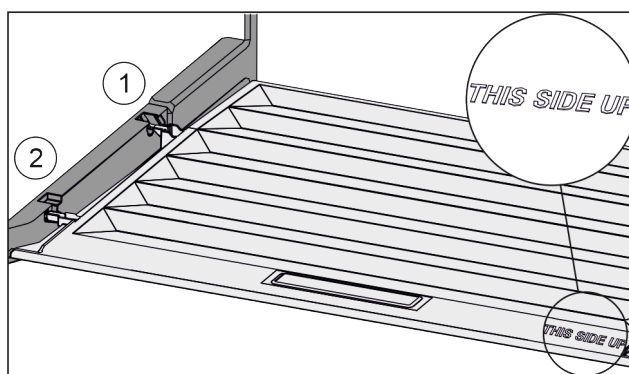

Fig. 116
- ▶ Introduzca los nervios de la tapa por la abertura del soporte trasero Fig. 116 (1) y encájelos por delante en el soporte Fig. 116 (2).